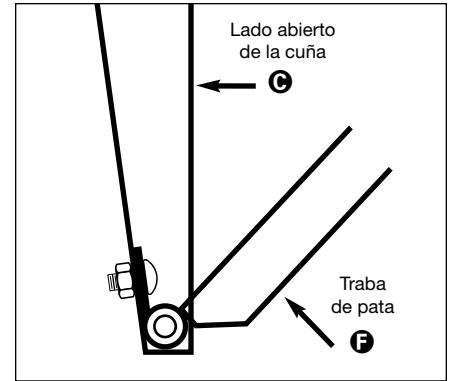

Figura 1
2. Quite la cuña de la pata interna **C**, y monte la traba de pata **F** según se muestra en la Figura 1. El posicionamiento del pasador de bisagra es un elemento importante del ensamble. El pasador debe estar orientado de acuerdo a la Figura 1 de modo que se pueda plegar correctamente la unidad. La bisagra se monta a la cara interior del lado abierto de la cuña. Use (2) pernos de cabeza redonda #10-24 x 1/2" y (2) tuercas de tope #10-24.